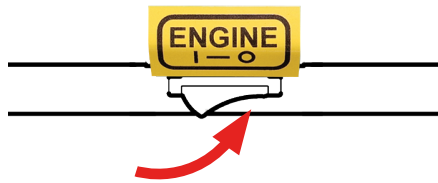

Fig.8B - Interrupteur de démarrage en position Off
2. Appuyez sur l'interrupteur de démarrage (situé avec les composants de commande) pour le mettre en position **Off** (Fig.8B).